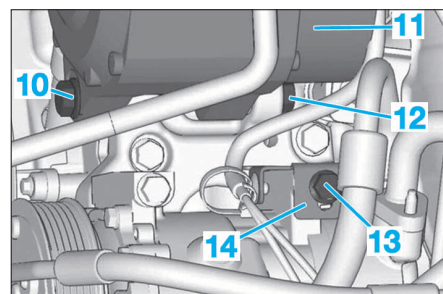

FIG. 17
- Déposer et la vis écarter la vis (13) du compresseur de réfrigération et la patte de fixation (14) (Fig.17).